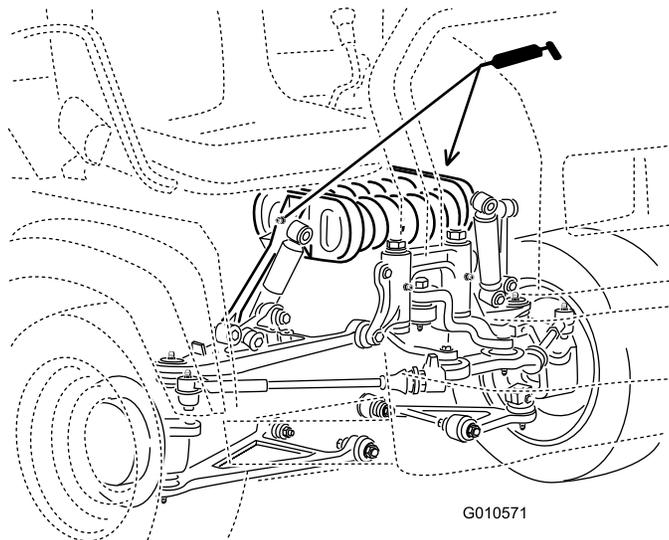

Рисунок 29
- Стойка рессоры (2 шт.); см. Рисунок 29